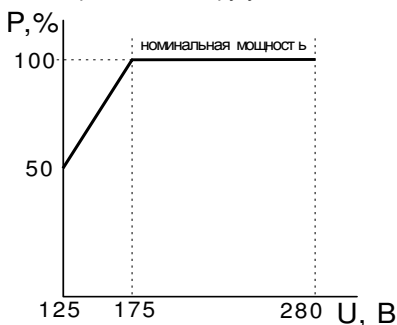

Рисунок 2 - Зависимость выходной номинальной мощности от входного напряжения сети
* см. Рисунок 2.
При неправильной фазировке на входе или наличии напряжения между заземлением и нулем, на цифровом дисплее будет мигать надпись «Gnd» (см. таблицу 2) в течение минуты, после чего на цифровом дисплее отобразится входное напряжение. Режим мигания «Gnd» можно сбросить, нажав кнопку режимов индикации. В режиме стабилизации, если входное напряжение выйдет за рабочий диапазон (см. п.4 и 7 таблицы 1), сработает схема защитного отключения нагрузки и стабилизатор отключит нагрузку (см. Рисунок 2).